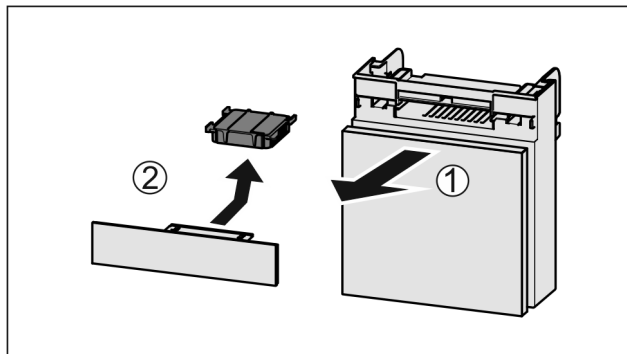

Fig. 158
- Izvelciet nodalījumu uz priekšu Fig. 158 (1).
- Izņemiet aktīvās ogles filtru Fig. 158 (2).